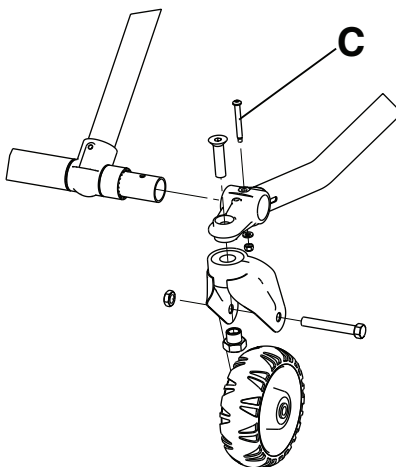

Figure 10 – Retirer les boulons de montage de la roulette
4. À l'aide de clés mixtes de 3/8 po et 7/16 po, retirer les quatre boulons de montage de roulette (C) qui fixent les tubes de levage externes aux tubes du châssis du pied (Figure 10).